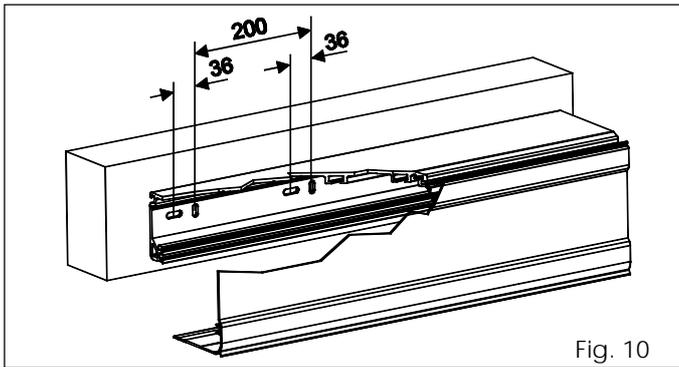

Fig. 10
- Fissare la traversa inizialmente in corrispondenza di un' asola verticale ad un' estremità, e di un' asola orizzontale all' altra estremità (utilizzando viti M8 e appositi tasselli) e livellare parallelamente al pavimento. Eseguire un fissaggio centrale sollevando con forza la traversa per allineare i tre punti di fissaggio. Procedere con i restanti fissaggi alternando asole verticali e orizzontali (fig. 10).